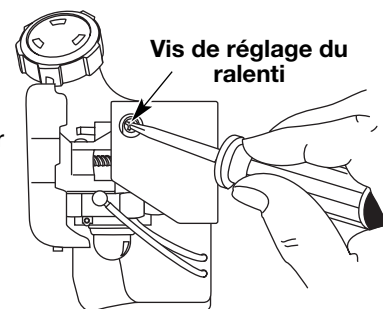

Fig. 33
La vitesse de ralenti du moteur est réglable à l'aide d'une vis de réglage accessible par un trou situé sur le dessus du couvercle du moteur (Fig. 33).
2. Relâchez le levier d'accélérateur et laissez le moteur au ralenti. Si le moteur s'arrête, insérez un petit tournevis à embout cruciforme ou à tête plate dans le trou du couvercle du moteur (Fig. 33). Vissez la vis de réglage du ralenti de 1/8 de tour à la fois (selon le besoin) jusqu'à ce que le moteur tourne au ralenti.